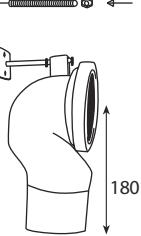

FIGURA 6
5) Per i vasi con scarico a parete Figura 6 posizionare il raccordo direttamente sulla flangia a parete . Posizionare la protezione ZIG-ZAG (che trovate nell'imballo) sulla parete posteriore del sanitario seguendo le istruzioni riportate sulla scatola.
- 4) Spingere il sanitario verso il muro facendo attenzione che il raccordo si innesti al cannotto e muovere lateralmente il pezzo come da Figura 6 sino a quando il sanitario si aggancia alle staffe.